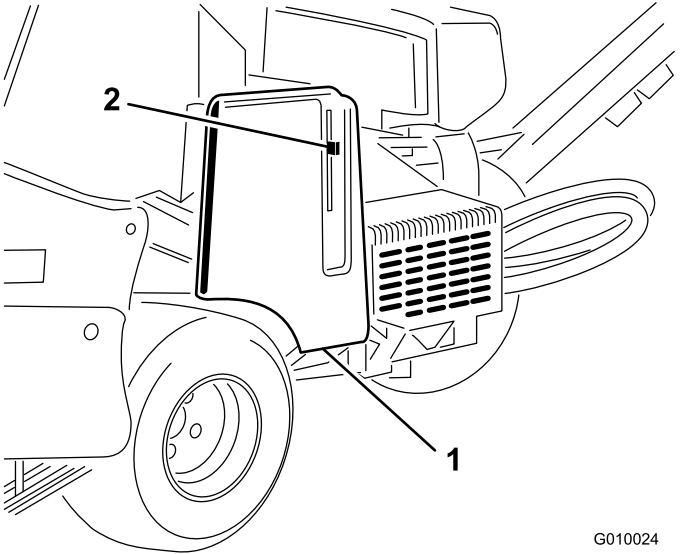

Figura 60
2. Abra los cierres y retire la cubierta de la correa (Figura 60).